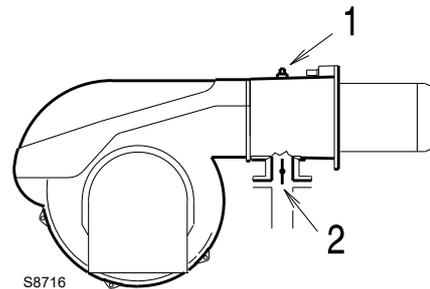

Abb. 25
Gasdruck, an der Entnahmestelle 1)(Abb. 25) gemessen mit:
Strömungsverlust Gasdrossel 2)(Abb. 25) bei maximaler Öffnung: 90°.
- Ziehen Sie vom Gasdruck am Anschluss 1)(Abb. 25) den in der Brennkammer vorhandenen Druck ab.
$$\begin{aligned} \text{Gasdruck an der Entnahmestelle 1)(Abb. 25)} &= 23,3 \text{ mbar} \\ \text{Druck in der Brennkammer} &= 3,0 \text{ mbar} \\ 23,3 - 3,0 &= 20,3 \text{ mbar} \end{aligned}$$
Um hingegen den an der Entnahmestelle 1)(Abb. 25) erforderlichen Gasdruck zu ermitteln, nachdem die maximale Modulationsleistung festgelegt wurde, bei der der Brenner arbeiten soll:
- rechts, in Spalte 1, den Druck an der Entnahmestelle 1)(Abb. 25) ablesen.
An der Entnahmestelle 1)(Abb. 25) erforderlicher Druck.